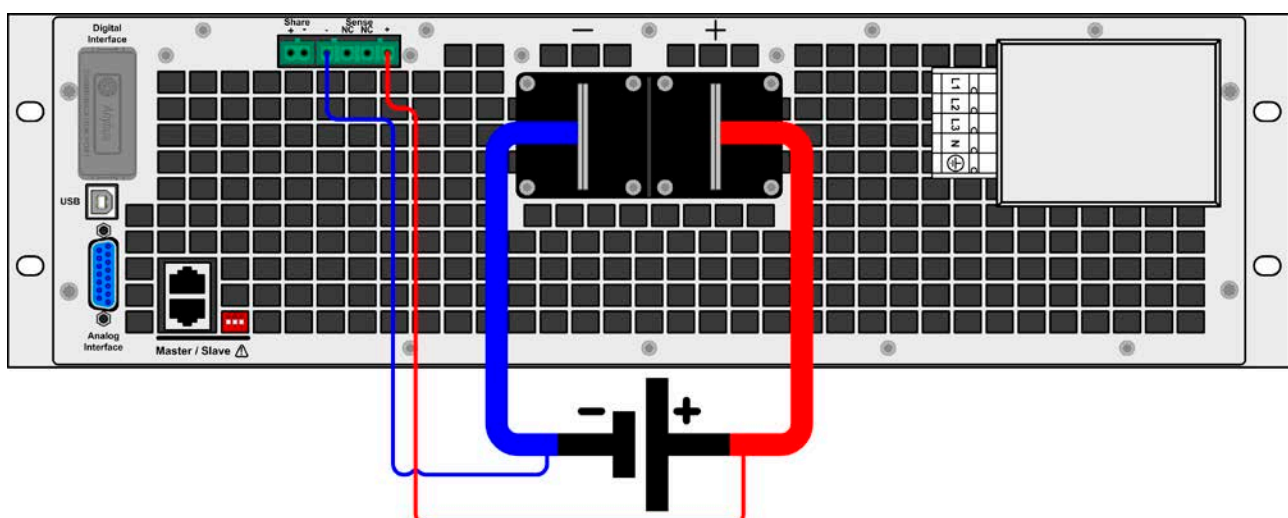

Imagen 10 - - Ejemplo de un cableado de detección remota
- La detección remota es solo eficaz durante un funcionamiento de tensión constante (CV) y para otros modos de regulación, la entrada de detección se debe desconectar en la medida de lo posible porque conectarla generalmente incrementa la tendencia a la oscilación.
- Los cables se deben conectar del polo + al polo + y del - al - en la fuente o la entrada de detección de la carga electrónica podría resultar dañada. Véase ejemplo a continuación Imagen 10.